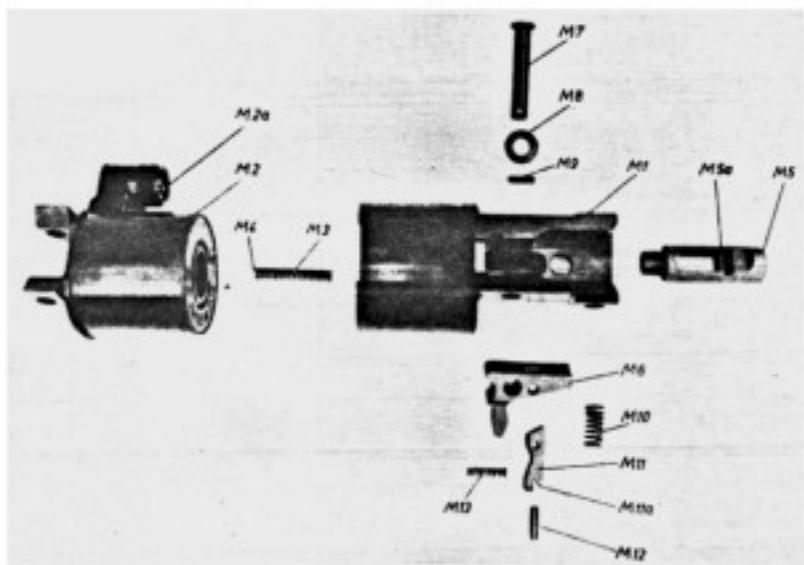

Abb. 41: Maqnetabzug MA 131; Einzelteile
Die Einzelteile des Magnetabzuges MA 131 (M) sind (Abb. 41):